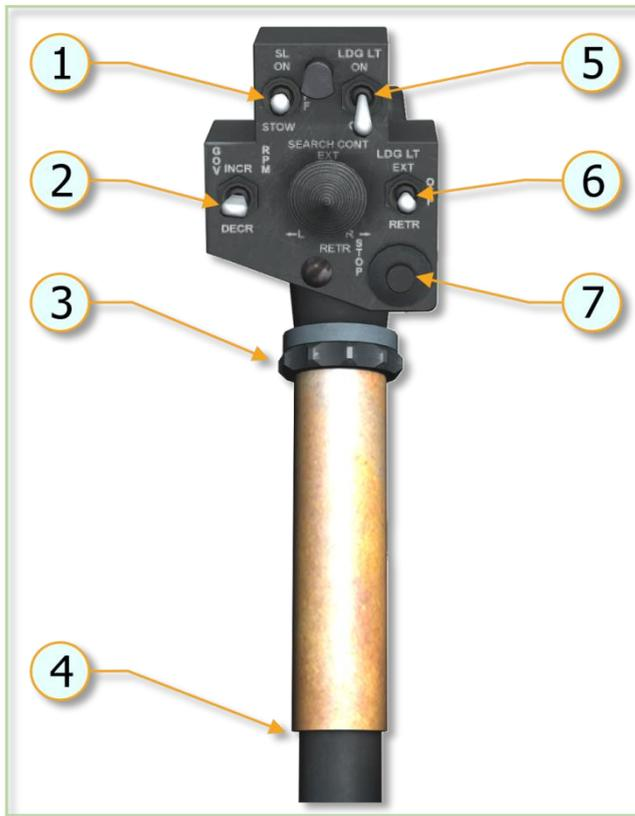

Abbildung 4-5: Stabilisator
- a) *Stabilisator*. Der Stabilisator ist am Hauptrotorzapfen, parallel zur Rotorblattebene und um 90° zu den Rotorblättern versetzt, angebracht (Abb. 4-5).